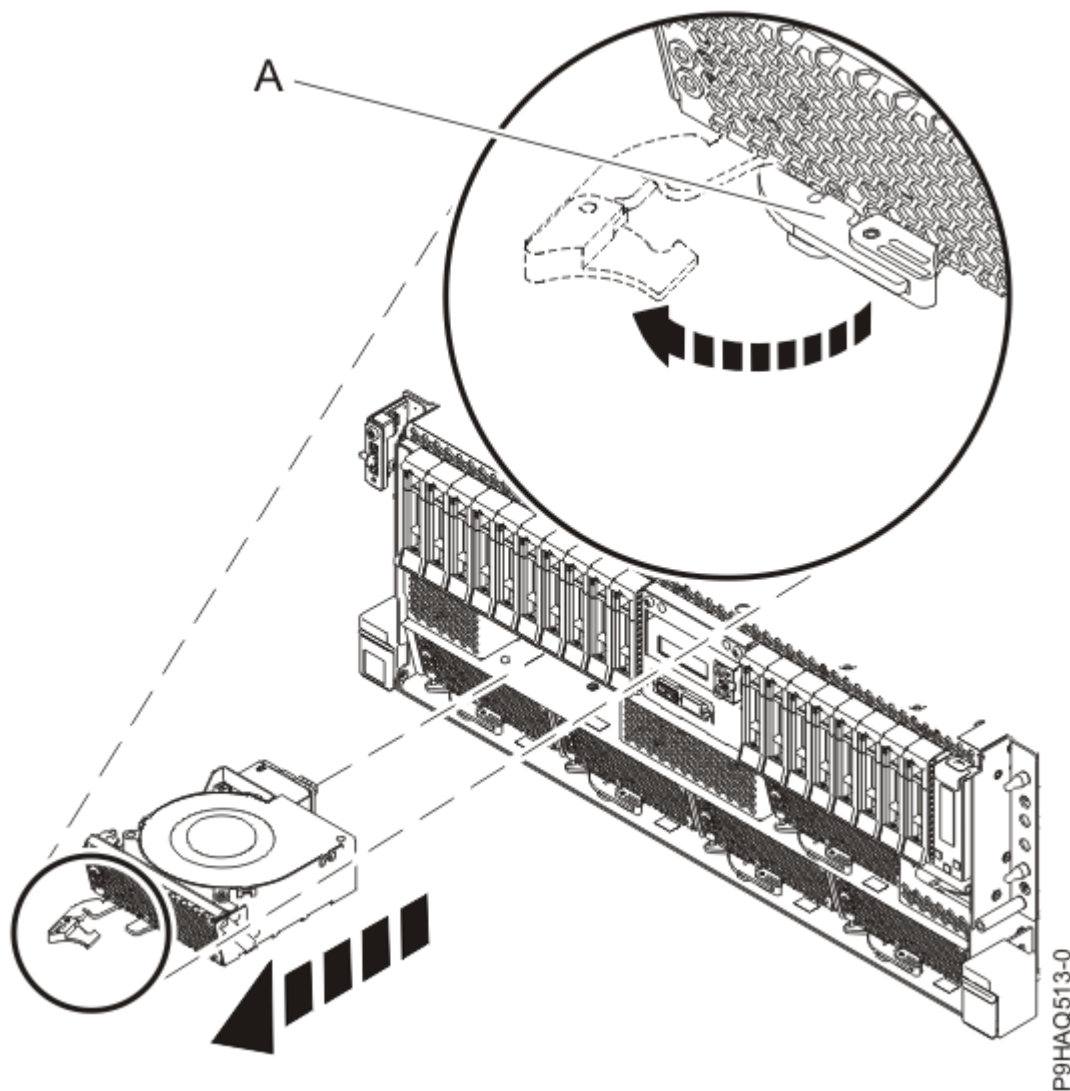

Figura 10: Removendo um Ventilador do Sistema
- a) Coloque o polegar contra a parte frontal da trava **(A)** conforme mostrado na Figura 10 na página 13 e coloque seu dedo indicador contra a parte traseira da trava.
- c) Gire a alça na direção mostrada na Figura 10 na página 13 para desbloquear o ventilador de seu slot.
- d) Segure a alça e usando sua mão para suportar a parte inferior do ventilador, puxe-o para fora de seu slot, conforme mostrado na Figura 10 na página 13.